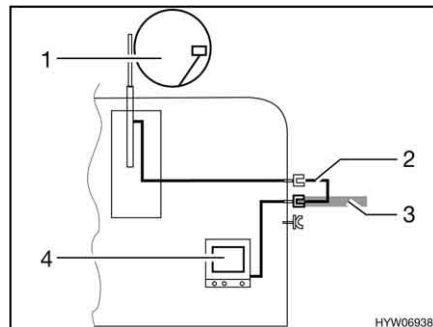

Bild 171 TV i fordonet
- TV i fordonet (Bild 171,4): Anslutning till takantenn (Bild 171,1) med anslutningskabel (Bild 171,2)
- TV i fordonet (Bild 171,4): Anslutning till extern antenn (Bild 171,3)